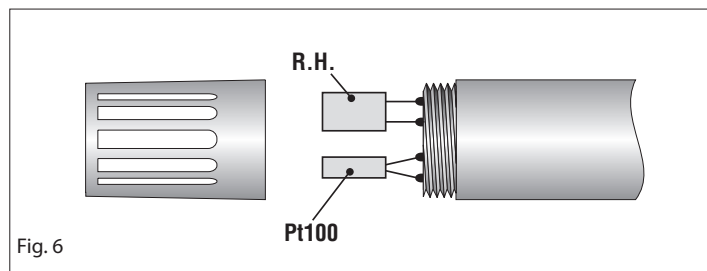
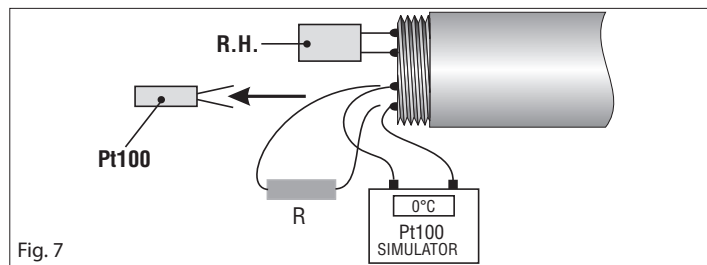

Fig. 6
Fig. 7
3. Dissaldare il sensore Pt100 (il più stretto dei due sensori) e saldare al suo posto i fili dell'uscita o di un simulatore di Pt100 o una resistenza di precisione come indicato nelle fig.6 e fig.7. Dopo la saldatura attendere alcuni minuti che la giunzione si sia raffreddata.